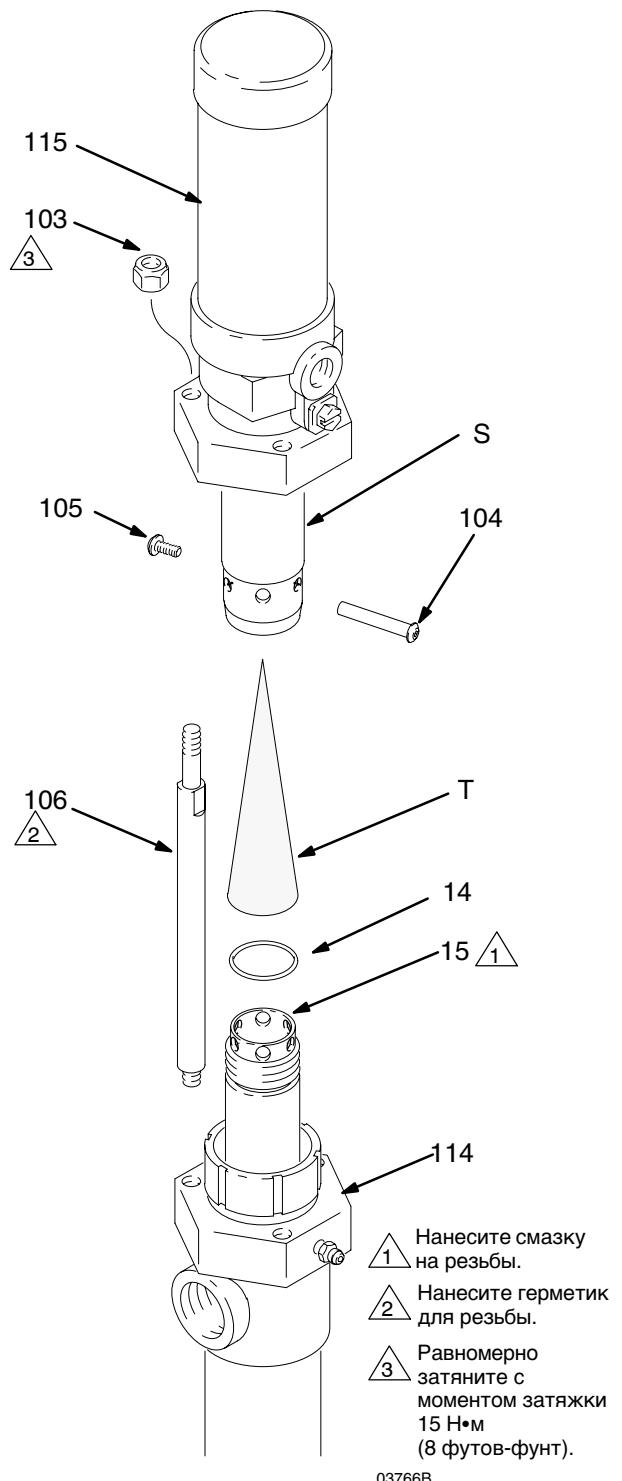

Рис. 7
3. См. Рис. 7. Открутите контргайки (103) на соединительной тяге.
4. Выкрутите и извлеките винт (105) и втулку (104).
5. Снимите пневматический двигатель (115) с поршневого насоса (114). Выкрутите шток поршня (15) из соединительной тяги пневматического двигателя (S).
1. При повторном подсоединении пневматического двигателя, нанесите на резьбовые части штока поршня (15) консистентную смазку на литиевой основе. Проверьте, что уплотнительное кольцо (14) находится на своем месте на штVOKE.
2. Вставьте глушитель (T) в соединительную тягу пневматического двигателя (S), как показано на Рис. 7.
3. Затяните усилием руки шток поршня (15) в соединительной тяге пневматического двигателя, и установите втулку и комплект винтов (104 и 105).
4. Нанесите герметик для резьбы на резьбовые части соединительных тяг (106). Для обеспечения надлежащего выравнивания, накрутите сначала контргайки штоков (106) без затяжки на соединительные тяги, а затем равномерно затяните с моментом затяжки 15 Н•м (8 футов-фунт).